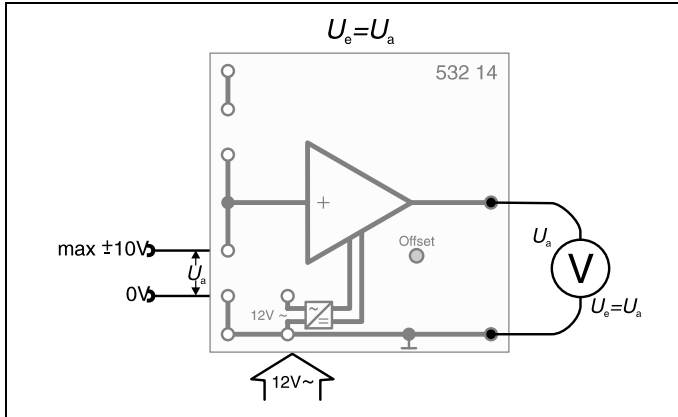

Fig .2.1
3.2.1 Quasistatische Messung von Spannungen bis 10 V– (s. Fig. 2.1)
3.2.1 Quasi-static measurement of voltages up to 10 V DC (see fig. 2.1)